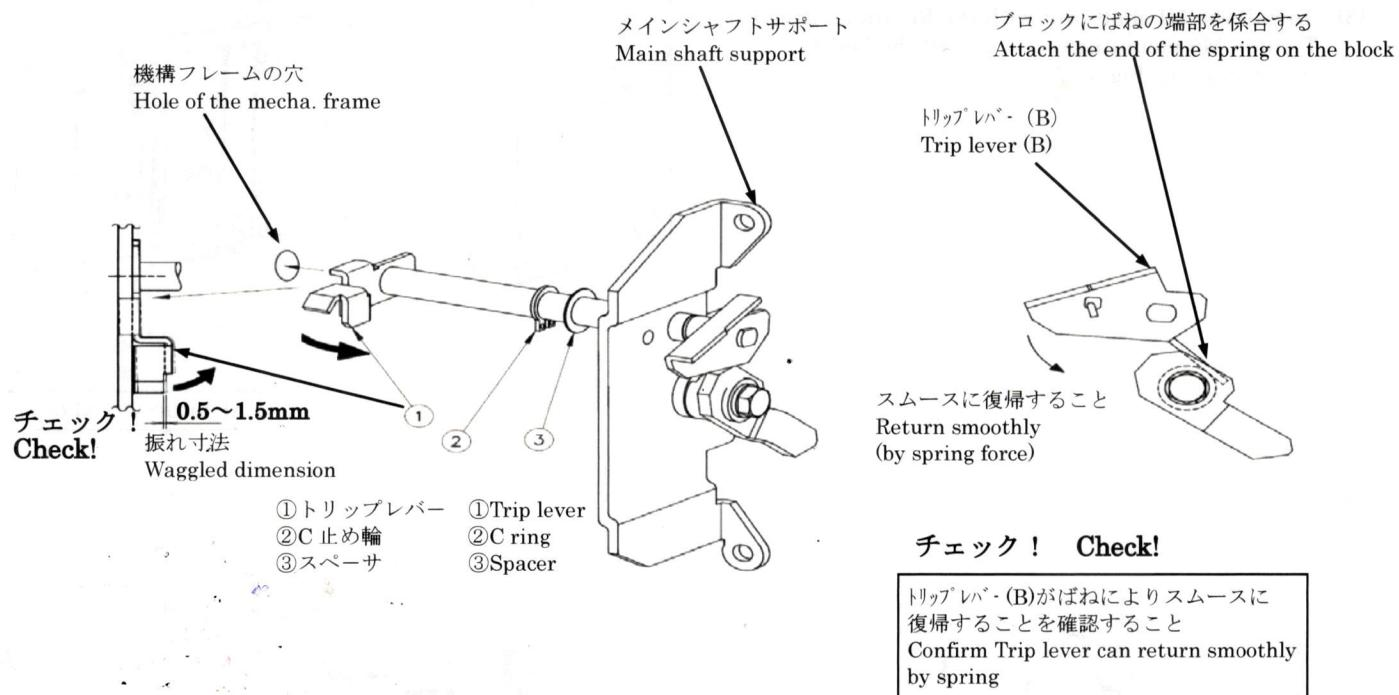

図 4-1 Fig.4-1
トリップレバー①の先端の振れ寸法を確認してください。1.5mm を超える場合は、C 止め輪②とメインシャフトサポートの間にスペーサ③を入れて 0.5～1.5mm になるように調整してください。(図 4-1 参照)
When the dimension (> 1.5mm), make sure to adjust the correct dimension (0.5～1.5mm) to put some spacer③ between the C ring② and the mainshaft support of ACB body. (see Fig 4-1)